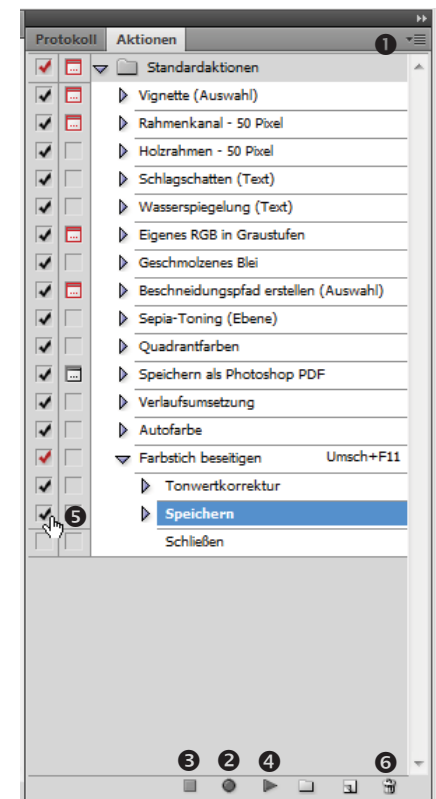

Abb. 11-28: Menü Aktionen
- M AKTIONEN | NEUE AKTION (Abb. 11-28 ❶) ► NAME DER AKTION: *Farbstich beseitigen* eingeben, für die manuelle Anwendung auf einzelne Bilder kann eine Tastenkombination definiert werden ► AUFZEICHNEN ► der Button AKTION AUFZEICHNEN ❷ ist aktiviert.
- Mit AUFZEICHNUNG BEENDEN (Abb. 11-28 ③) wird die Aktion abgeschlossen.
- Die Details der Aktion können in der P AKTIONEN eingesehen werden. Einzelne Schritte können bei Bedarf deaktiviert (Abb. 11-28 ⑤) oder mit Klick auf das Papierkorbsymbol gelöscht werden (Abb. 11-28 ⑥).
M AKTIONEN ▶ Aktion aus der Liste auswählen, nicht auszuführende Schritte deaktivieren ▶ AUSWAHL AUSFÜHREN (Abb. 11-28, ④).